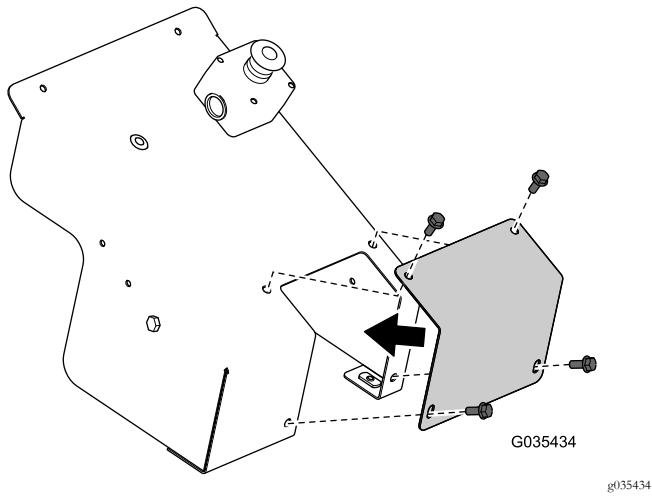

Рисунок 21
14. Установите ранее снятую крышку устройства перехода на ручное управление на крышку при помощи соответствующих крепежных деталей (Рисунок 21).